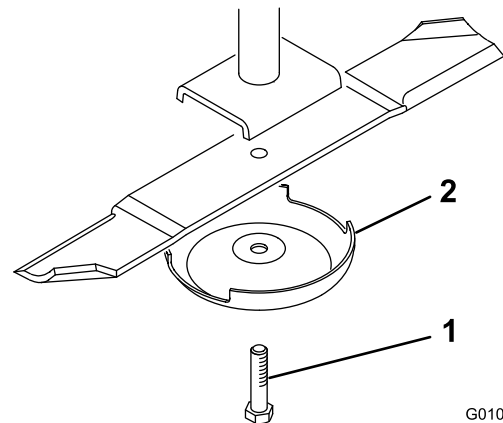

Bild 27
2. Halten Sie das Ende des Messers mit einem stark wattierten Handschuh oder wickeln Sie einen Lappen um es herum. Entfernen Sie die Messerschraube, die Antiskalpierkuppe und das Messer von der Spindelwelle (Bild 27).